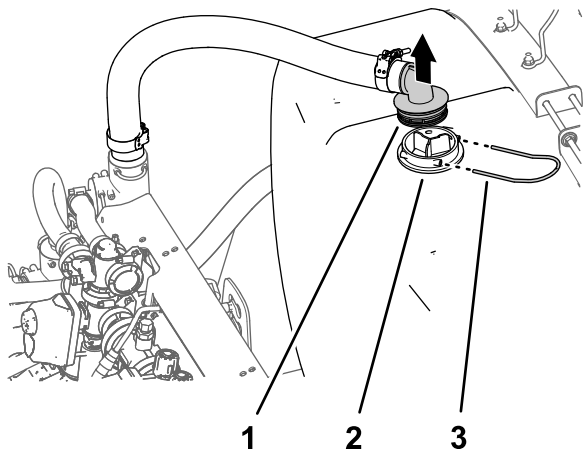

图12
- 卸下将供水软管的 90° 宝塔接头固定至吸入滤网外壳的固定叉 图12。